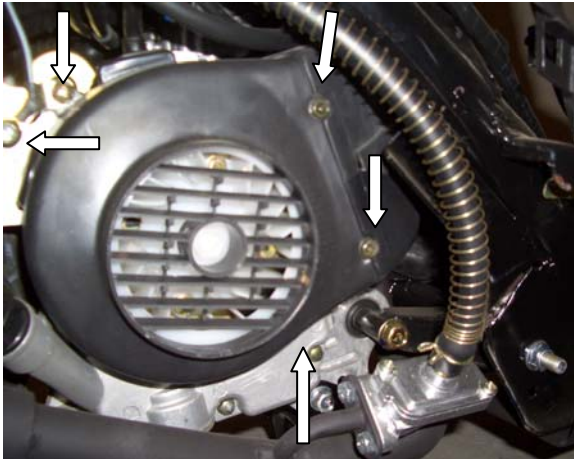

Abb.1
1. Überprüfen Sie den Zylinderkopf, den Zylinder und das Kurbelgehäuse auf Sandablagerungen oder Verunreinigungen, ggf. reinigen Sie die betroffenen Teile. Demontieren Sie dazu den Gebläsemantel. (Abb. 1 u. 2)